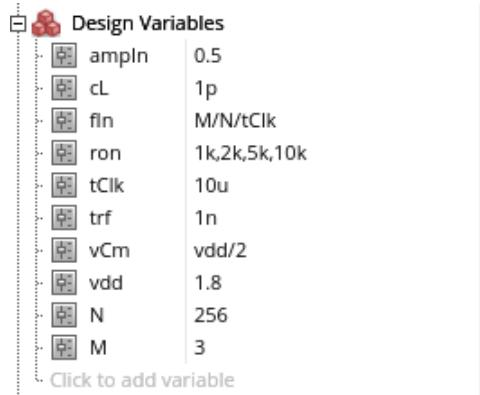

图 60 参数扫描设置
- 在 ADE Explorer 界面中，鼠标左键双击图 45 中的 `ron`，将这一栏改为 `1k, 2k, 5k, 10k`，如图 60 所示。